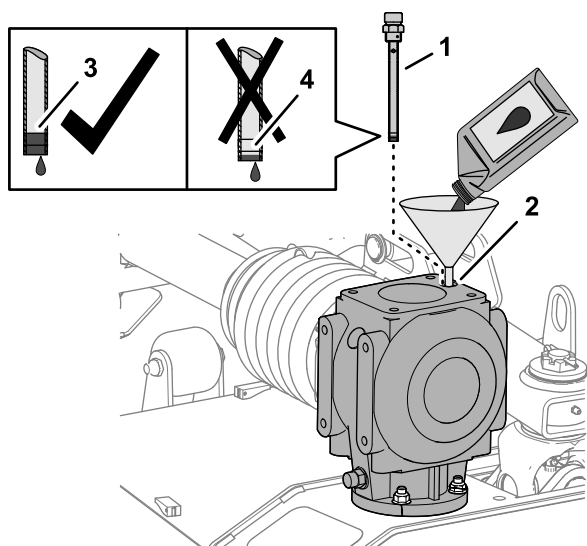

Рисунок 63
- Долейте 1064 мл трансмиссионного масла указанного типа в редуктор через отверстие для масломерного щупа (Рисунок 63).
- Заверните масломерный щуп в отверстие, выверните щуп и проверьте уровень масла по щупу (Рисунок 63).
- Заверните масломерный щуп в заливное отверстие и затяните его (Рисунок 63).